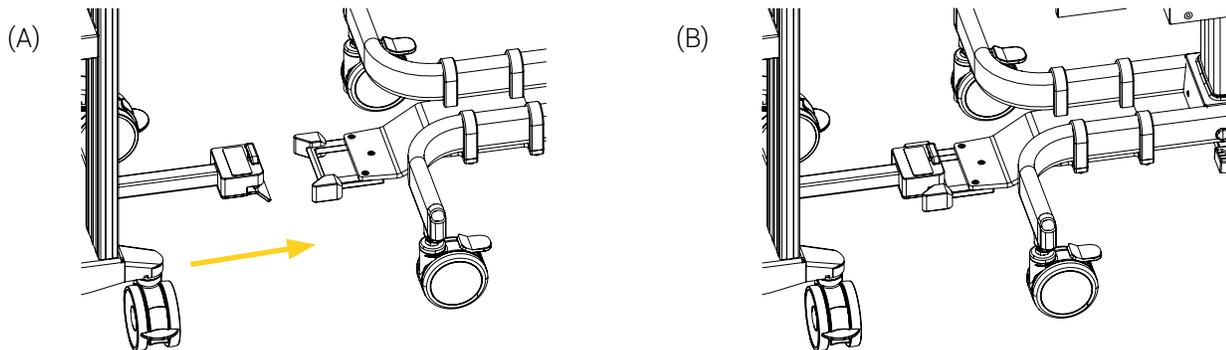

Figure 11 : Installation du chariot de transport sur l'incubateur Babyroo TN300
5. Se placer sur le côté du chariot de transport, puis aligner le bras rabattable avec le dispositif d'accouplement THS sous l'incubateur (Figure 11 A).
6. Pousser le chariot de transport vers l'incubateur, jusqu'à ce que le dispositif d'accouplement THS soit inséré et sécurisé dans le mécanisme de verrouillage du bras (Figure 11 B).